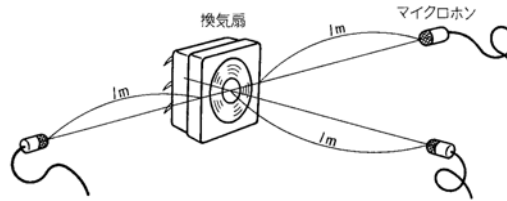

図7
- (1) 換気扇は、共振しない丈夫な取付台に設置すること。
- (2) 定格周波数の定格電圧で運転し、図 7 に示す 3 点の騒音を測定する。
- (3) 図 7 に示す 3 点の騒音値の平均を、換気扇の騒音値とする。
- (4) マイクロホンは、換気扇の外郭表面から 1.0m 離れた位置に置く。
- (5) 換気扇を運転しない場合の暗騒音は、換気扇の騒音より少なくとも 8dB 小さいこと。
- (6) 換気扇を運転したとき、換気扇に最も近い壁のそばにおける騒音は、図 7 に示す測定箇所の騒音より少なくとも 8dB 小さいこと。ただし、無響室の場合はこの限りでない。